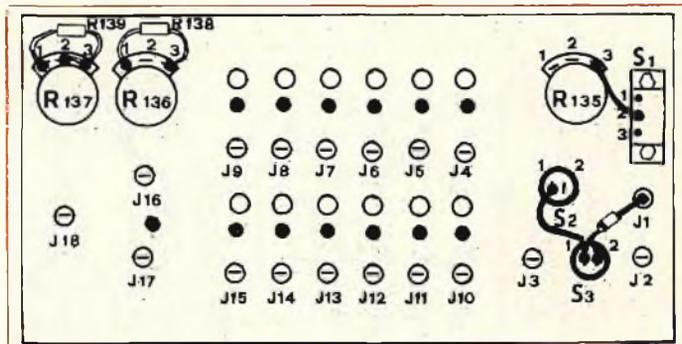
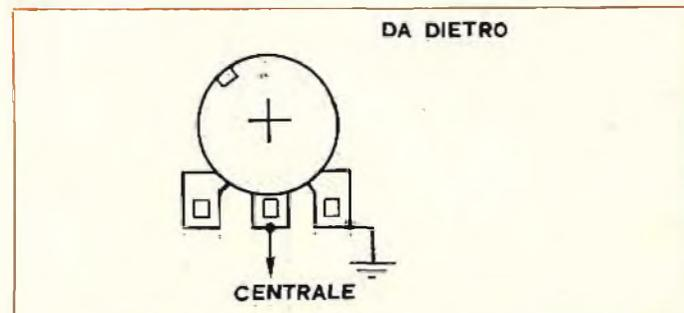

Fig. 2 - Disposizione dei componenti il pannello frontale (potenziometri, interruttori, pulsanti, boccole) e loro interconnessioni.
Fig. 4 - Particolare delle connessioni al potenziometri formatori della sequenza.
Dopo tutti questi ben discorsi, ora siete veramente in grado di procedere alle connessioni di tutti e quattro i circuiti. Innanzitutto vi consigliamo una disposizione del pannello (se proprio non volete rinunciare alle vostre idee architettoniche oppure non acquistate il Kit) almeno ricalcate, in linea di massima, l'organizzazione data al nostro prototipo per es.: vedi fig. 2. Vedete poi (se avete dubbi riferitevi anche alla puntata scorsa) di tenere presente che i terminali dei potenziometri dei comandi esterni (non parlo dei potenziometri di comando della sequenza) sono NUMERATI (da 1 a 3 ovviamente), come pure sono numerati i reofori degli switch e dei pulsanti. Anche le boccole per il Loop della sequenza sono numerate: le chiameremo «jack 4, 5, etc...», come pure le boccole di coman-
Adesso siete pronti a collegare finalmente le trecciole ai potenziometri: noterete sul cs che una pista è comune a tutti i terminali di detti potenziometri: ed è la pista di massa (vedi schema elettrico). Tenete allora presente che la tensione di controllo in uscita è nulla se il cursore (centrale) di un potenziometro è tutto volto verso massa: poiché dunque di solito i potenziometri funzionano in modo che l'effetto (in questo caso la tensione di uscita per il VCO) aumenti se vengono ruotati in senso orario, dovrete collegare un capo di ogni trecciola al terminale segnato dallo schema (cioè il cursore al filo centrale di diverso colore, e il filo che, degli altri due fa capo alla pista comune di massa, andrà collegato come in Fig. 4, dove il potenziometro è visto da DIETRO). Vedi anche la Fig. 2 della scorsa puntata.
Ad ogni modo prendete in considerazione la fig. 2. RICORDATE UNA COSA IMPORTANTE: per risparmiare tempo, vedrete che è inutile saldare subito un terminale là dove poi arrivano in un secondo tempo altri fili: useremo allora, ad ogni operazione di collegamento, una simbologia particolare: se dovrete collegare e saldare scriveremo (S); se dovrete aspettare, scriveremo invece (NS) Ci siamo capiti?